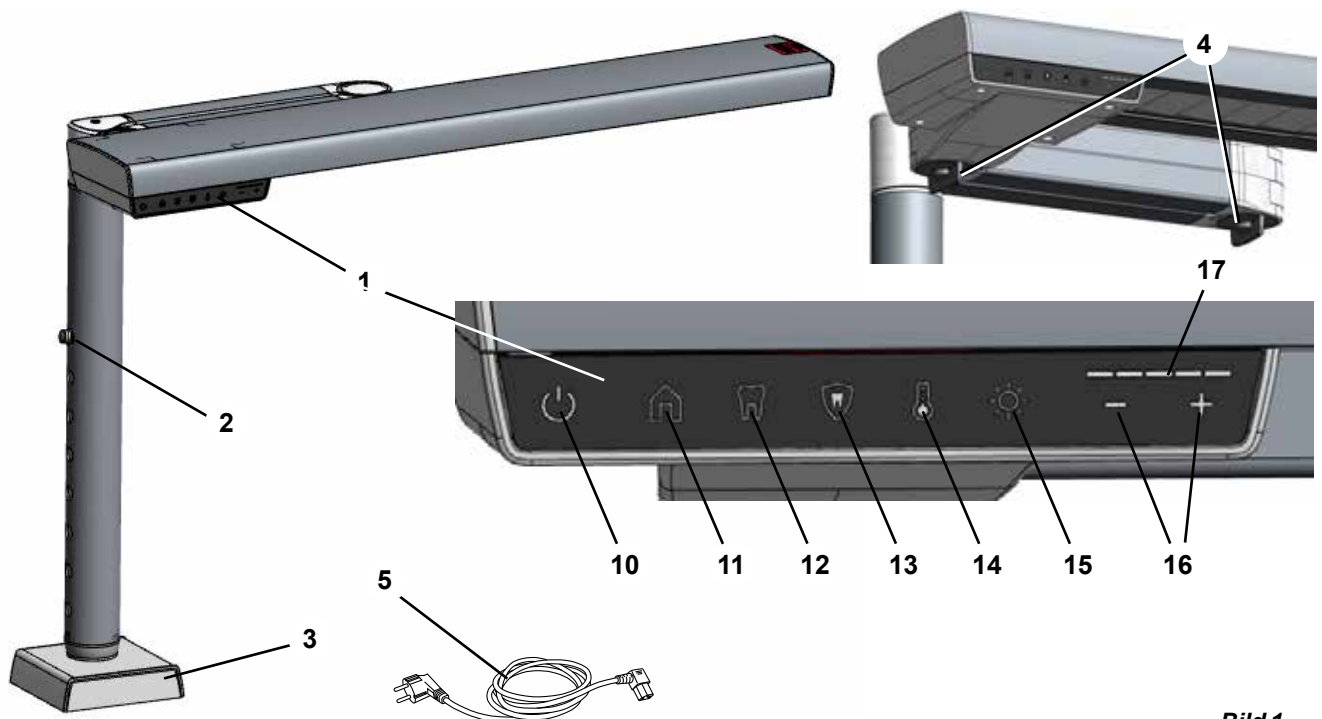

Bild 1
- ⇒ Tryck in höjdjusteringens låsning (2, bild 1) och dra ut innerröret på basen ända till den maximala positionen.
För att bestämma lämplig monteringsplats, lossa foglåset (4, Fig. 1) och kontrollera att du kan flytta arbetsplatslampan till det optimala läget som beskrivits tidigare (kapitel 4.2.1).
- ♦ Knappen Brightness (Ljusstyrka) (15, bild 1) lyser upp.
- ♦ I Intensity (Intensitet)-indikeringen (17, bild 1) visas det aktuella värdet för ljusstyrkan.